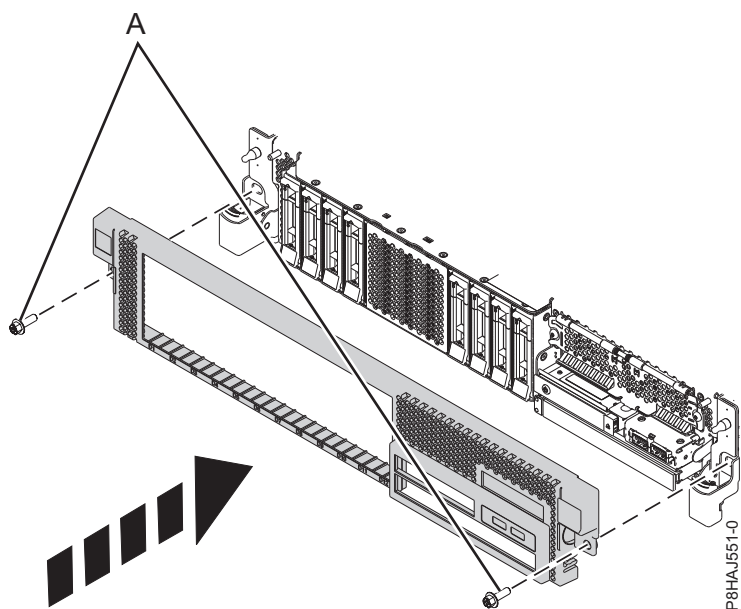

図 20. 前面カバーの取り付け
3. 44 ページの図 20 に示す方向にリリース・ラッチを押して、閉じます。 カチッという音がしてカバーが正しい位置に収まります。カバーにはより簡単につかむことができるくぼみがあります。
4. 配送用ねじ (A) を再取り付けします。